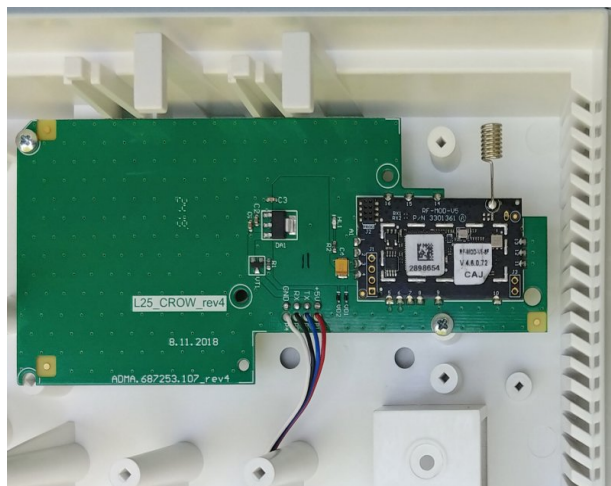

Рисунок 28. Адаптер «L25_Crow_rev4» в корпусе прибора
- «Адаптер L25_CROW_rev4» – установить в корпус прибора – рисунок 28;